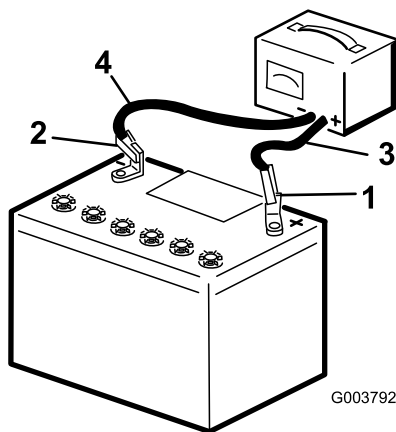

Figure 39
2. Chargez la batterie pendant 10 à 15 minutes entre 25 et 30 A, ou pendant 30 minutes à 6 A (Figure 39). Ne chargez pas la batterie excessivement.
- Quand la batterie est chargée au maximum, débranchez le chargeur de la prise, puis débranchez les fils du chargeur des bornes de la batterie (Figure 39).